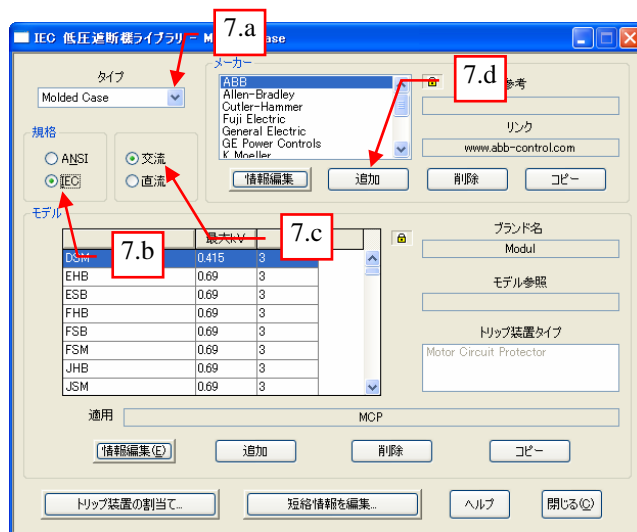

図 6
7. 表 1 の情報に基づき(1ページ参照)、“[X] 低圧遮断器 - [Y]” ダイアログボックスに以下の通り入力します。 図 6 参照